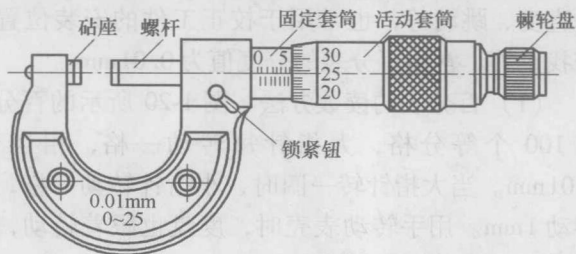

图 1-17 外径千分尺
(1) 千分尺的刻线原理 图 1-17 所示为测量范围 $0 \sim 25\text{mm}$ 的外径千分尺。弓架左端有固定砧座，右端的固定套筒轴线方向上刻有一条中线（基准线），上下两排刻线互相错开 0.5mm ，形成主尺。微分套筒左端圆锥面上刻有 50 等分的圆周刻线，形成副尺。微分套筒转动一圈，带动螺杆一同沿轴向移动 0.5mm 。因此，微分套筒每转动一格，螺杆沿轴向移动 0.01mm 。